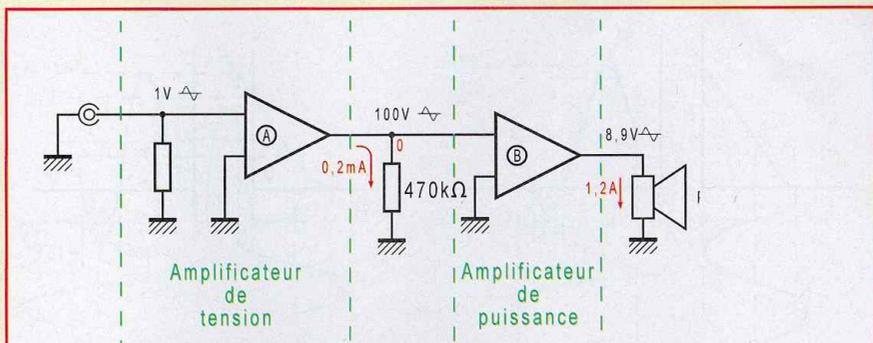

Figure 1 : Schéma très élémentaire constitué d'un amplificateur de « tension » (A) attaquant un amplificateur de « puissance » (B)
C'est cette notion de courant qui est la plus importante. Nous avons représenté **figure 1** un petit schéma très élémentaire constitué d'un amplificateur de « tension » (A) attaquant un amplificateur de « puissance » (B). Comme (B) est un amplificateur constitué de un ou plusieurs tubes, nous avons représenté une résistance de fuite de grille de 470 kΩ aux bornes de laquelle est appliquée une tension alternative de 100 V. Cette tension est fournie par l'amplificateur de tension (A) qui a lui-même amplifié la tension alternative de 1 V appliquée à son entrée.